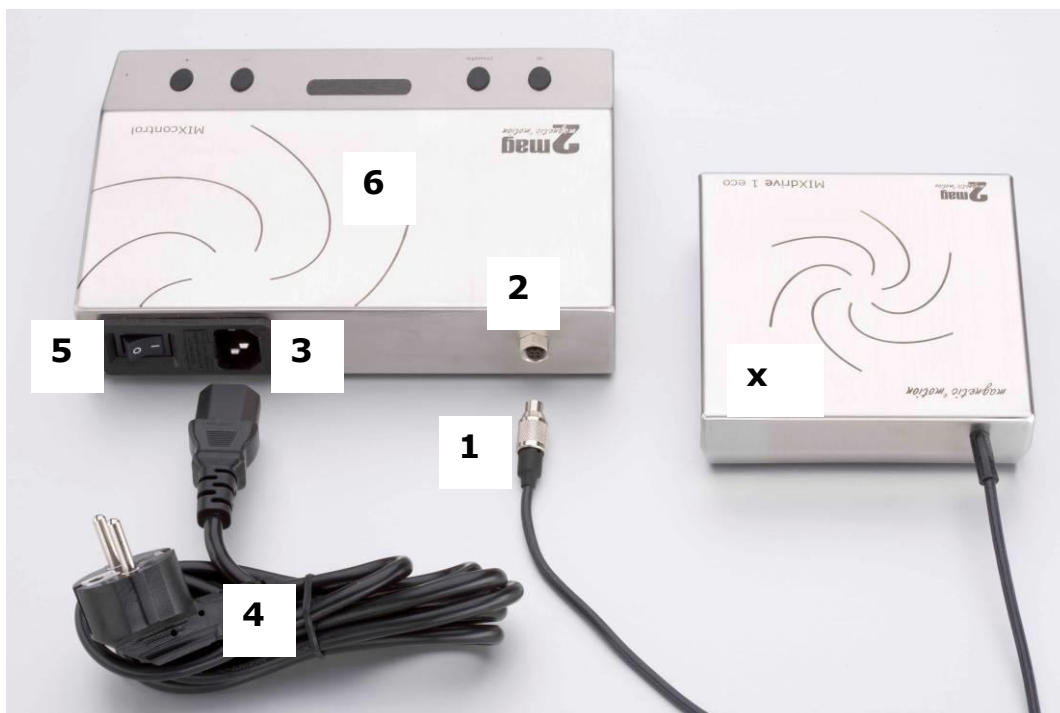

Fig. 1 : Installation, panneau arrière de l'unité de commande bioMIXcontrol
Les agitateurs magnétiques bioMIXdrive peuvent être utilisés avec différentes unités de commande. Le raccordement est indiqué en détail sur les figures 1 et 2.
### Version (1) : Raccordement aux unités bioMIXcontrol et bioMIXcontrol S (voir aussi Fig. 1)
- **Arrêter l'unité de commande bioMIXcontrol en basculant le commutateur d'alimentation (5) AVANT de manipuler les câbles de raccordement et de débrancher le câble d'alimentation (4).**
- Le câble de commande (1) de l'agitateur magnétique bioMIXdrive doit maintenant être raccordé à la prise 8 broches de l'unité de commande (2). **Veillez sécuriser la connexion en tournant l'écrou situé au niveau de la prise.** Seule cette procédure permet de garantir un fonctionnement exempt d'incident.
- Raccordez le cordon secteur (4) fourni à l'entrée d'alimentation (3) du panneau arrière puis branchez-le à une prise secteur.